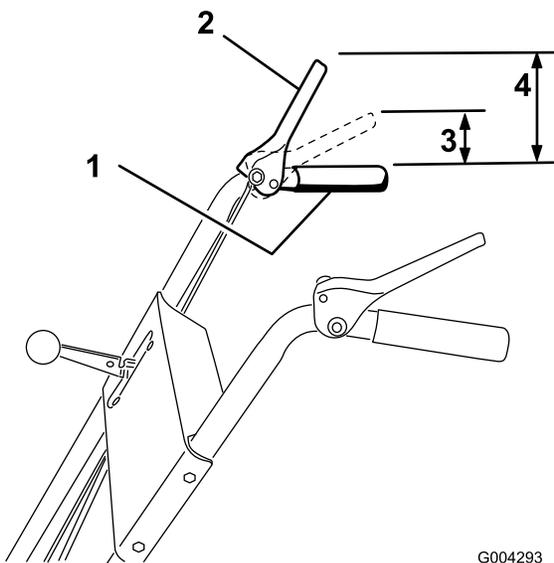

Figure 9
- Vérifiez la distance entre le haut de la poignée et le bas du levier de commande de vis sans fin/turbine (Figure 9).
Remarque: La résistance augmente de manière perceptible lorsque la courroie d'entraînement de la vis sans fin/turbine se tend (à peu près à mi-course du levier). Le réglage est correct quand la résistance commence à augmenter et que 3 à 5 cm séparent le haut de la poignée et le bas du levier de commande de la vis sans fin/turbine comme illustré à la Figure 9.